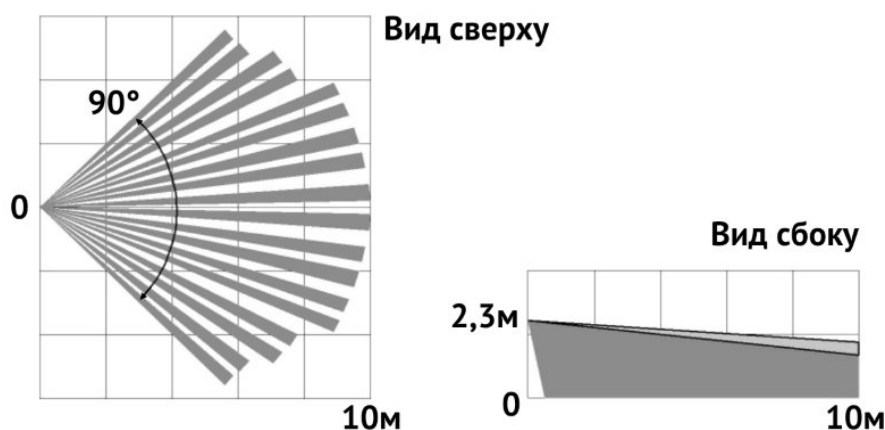

Рисунок 2. Диаграмма зоны обнаружения
1. Выбрать место для установки с учетом оценки качества радиосигнала в этом месте (см. раздел 4.3) и диаграммы зоны обнаружения (рисунок 2);